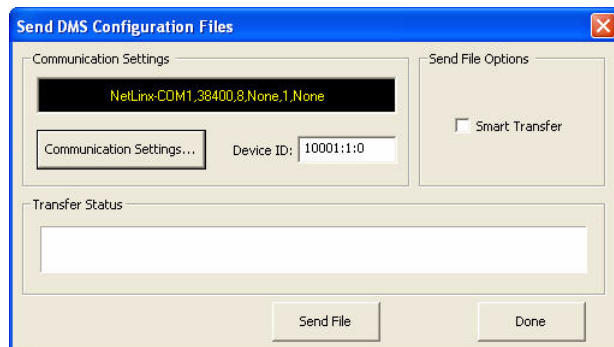

FIG. 48 Send DMS Configuration Files dialog
- For DMS Projects, this launches the *Send DMS Configuration Files* dialog (FIG. 48).